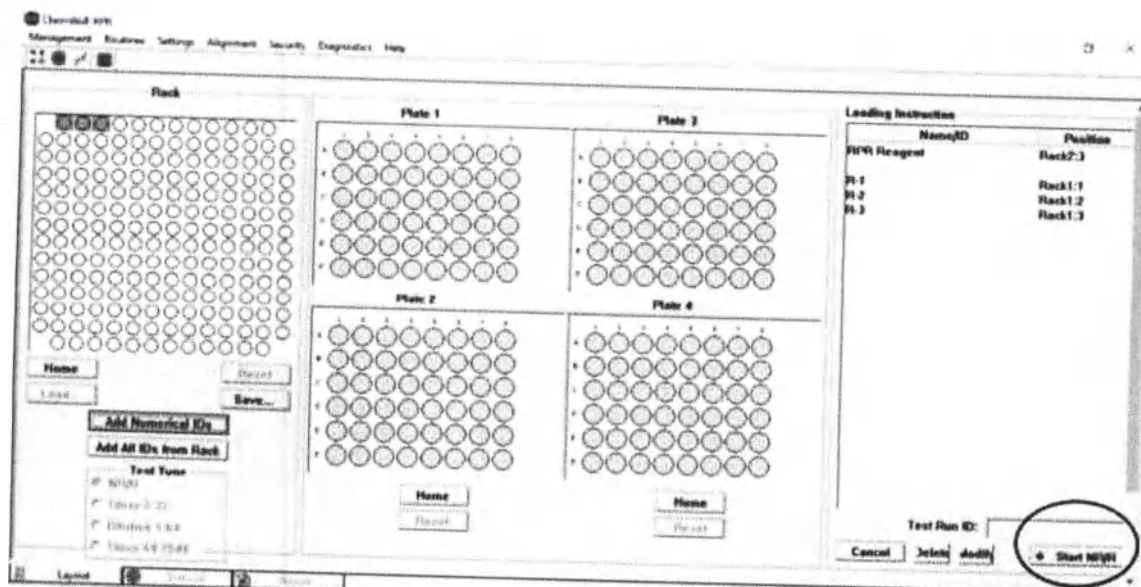

Рисунок 48. Расположение кнопки старта анализа.
- 7) Начать анализ, нажав кнопку старта «Start NR / R» или «Titters 1-32» или «Titters 64-2048», в зависимости от выбранного режима (Рисунок 48).